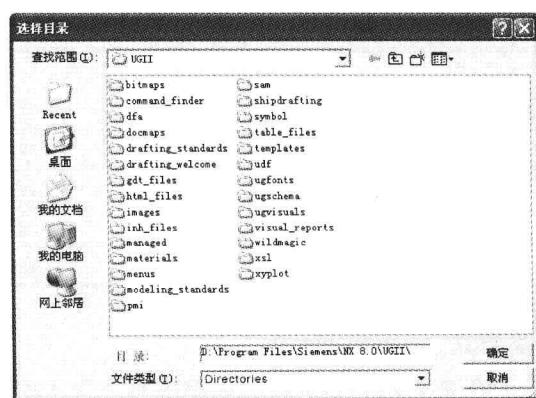

图 1-8 “选择目录”对话框
② 在状态栏中出现“选择模板，并在必要时选择要引用的部件”的提示信息。切换到“模型”选项卡，从“模板”选项组中选择所需要的模板，并可以从“单位”下拉列表框中选择单位选项（可供选择的单位选项有“毫米”、“英寸”和“全部”）。
③ 在“新文件名”选项组的“名称”文本框中输入新建文件的名称或接受默认名称。在“文件夹”文本框中指定文件的存放目录。单击位于“文件夹”文本框右侧的 $\square$ 按钮，弹出如图 1-8 所示的“选择目录”对话框，从中选择所需的目录，或者在选定目录的情况下单击“创建新文件夹”按钮 $\square$ 来创建所需的目标目录，指定目标目录后单击“选择目